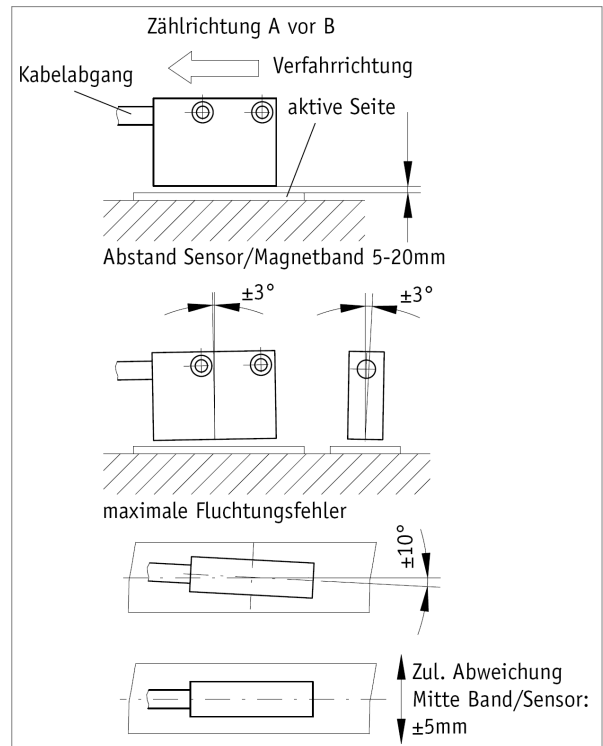

Abb. 8: Definition der Zählrichtung / Montage
- Achten Sie auf richtige Ausrichtung bezüglich der Zählrichtung (Abb. 8). Dies ist unerheblich, falls sich die Zählrichtung in der elektronischen Auswertung umkehren lässt.
- Beachten Sie die Abstandmaße zwischen Sensor und Magnetband sowie die Winkeltoleranzen, diese müssen über die gesamte Messstrecke eingehalten werden! (Abb. 8)
- Die Abstandstoleranz zwischen Sensor und Magnetband wurde nicht über die gesamte Messstrecke eingehalten, der Sensor streift auf dem Magnetband (Abb. 8).
- Der Sensor ist mit der aktiven Seite vom Band abgewandt montiert (Abb. 8). Die aktive Seite ist zusätzlich mit dem Aufkleber "Bandseite" gekennzeichnet.
- Der Sensor wurde nicht entsprechend Abb. 8 ausgerichtet